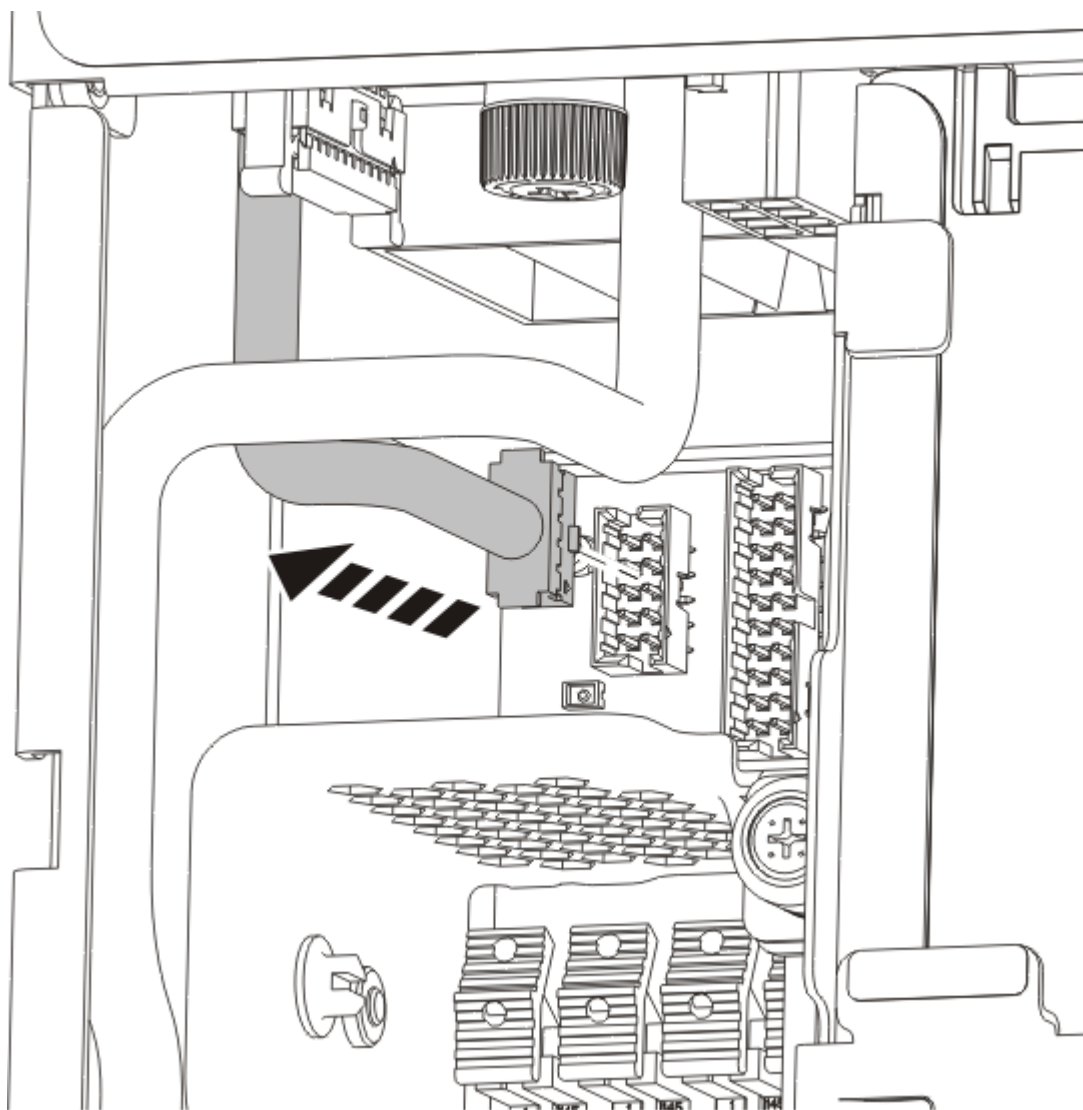

Figura 54. Desconnexió del cable de la pantalla del panell de control de la placa posterior del sistema
3. Desconnecteu el cable de la pantalla del panell de control de la placa posterior del sistema, tal com es veu a la Figura 54 a la pàgina 60.